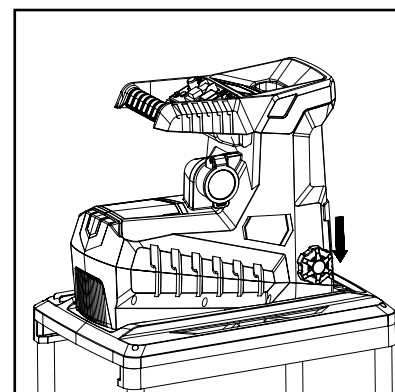
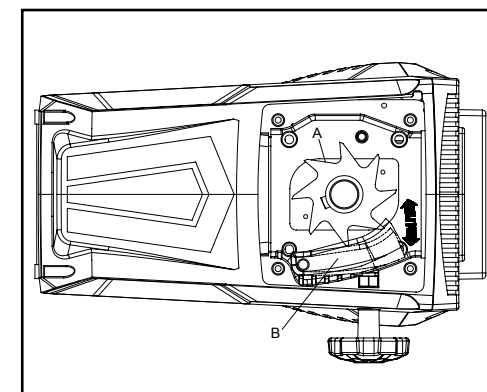

Fig. 14
Fig. 15
3. Vissez le bouton (6) dans le trou sur le côté du boîtier (Fig. 14). Tournez-le très doucement dans le sens horaire jusqu'à ce que vous sentez une résistance ou entendez un petit grincement: le rouleau à broyer (A) entre en contact avec la plaque de pression (B) et de petits copeaux d'aluminium tombent du canal d'éjection (Fig. 15).